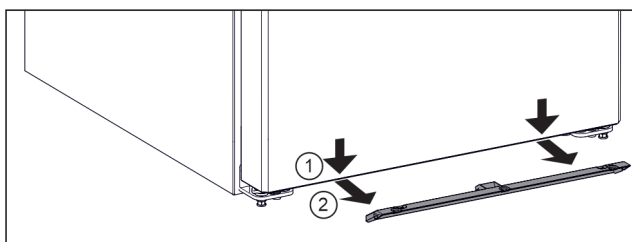

Fig. 6
- Tirare la zanzariera a pannello verso il basso. Fig. 6 (1)
- Rimuovere la zanzariera a pannello tirandola in avanti. Fig. 6 (2)